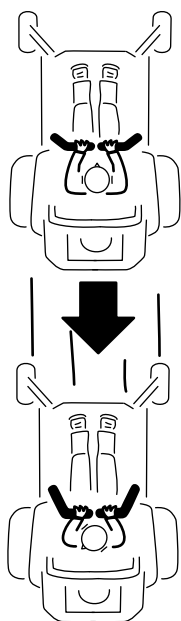

Figura 27
2. Para andar para trás, puxe as alavancas de controlo do movimento para trás (Figura 27).